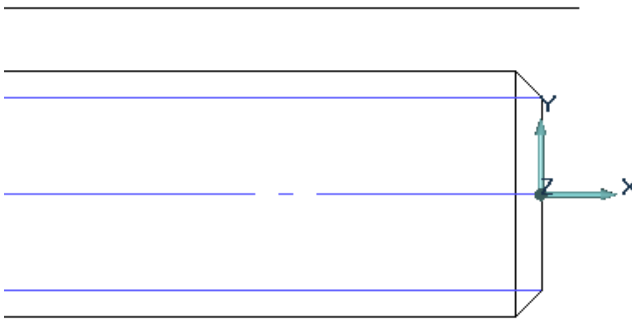

Рис. 2. Относительная система координат
- для перемещения начала системы координат позиционируйте курсор в нужном месте и нажмите клавишу **O** на клавиатуре (рис. 2).